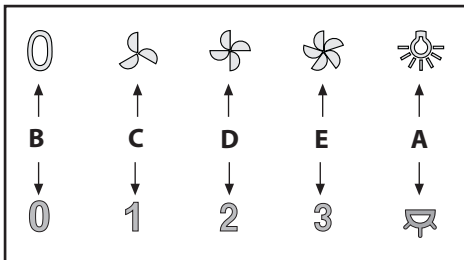

Fig.9
• **Comandi**: (Fig.9) **meccanici** la simbologia è di seguito riportata: